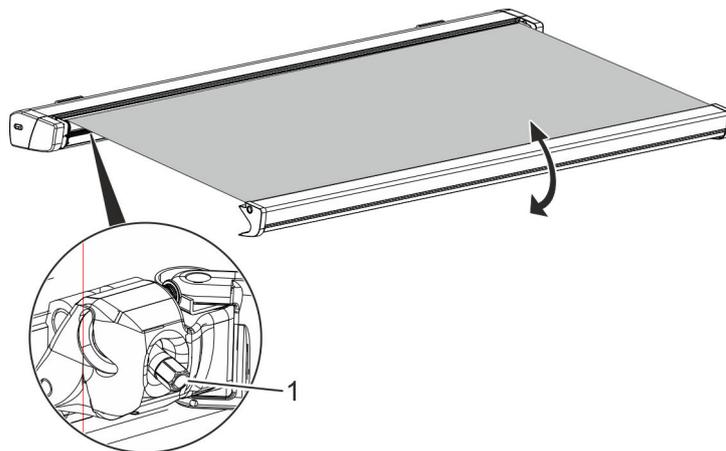

Abb. 15: Neigungseinstellung
3. → Über die Gewindehülse mit dem Sechskant SW13 (Abb. 15/1) an allen Schwenkstücken der Gelenkarme die Neigung einstellen.